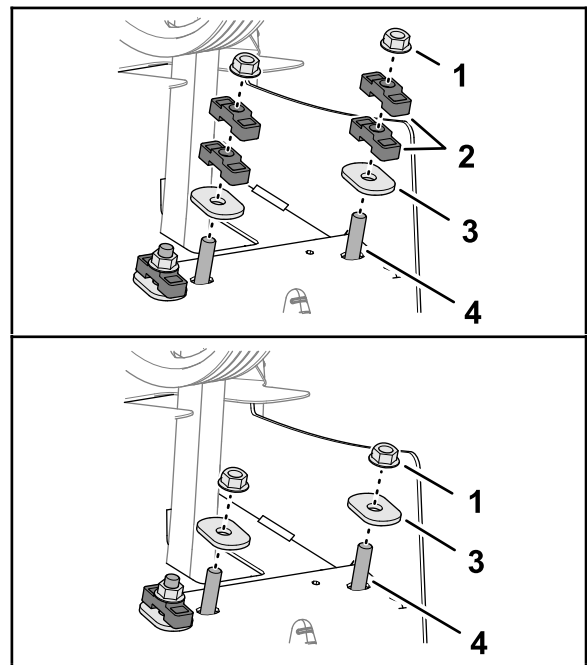

Bild 134
- Befestigen Sie die Dämpferwelle und die Distanzstücke mit den gehärteten ovalen Unterlegscheiben und Sicherungsmuttern am hinteren Rahmen (Bild 134).